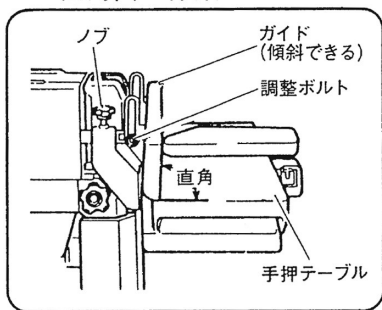

図 16
- (1) 調整ボルト(2本)を付属の両口スパナ(13mm)でゆるめ、手押テーブルとガイドを直角に調整します。(図 16)